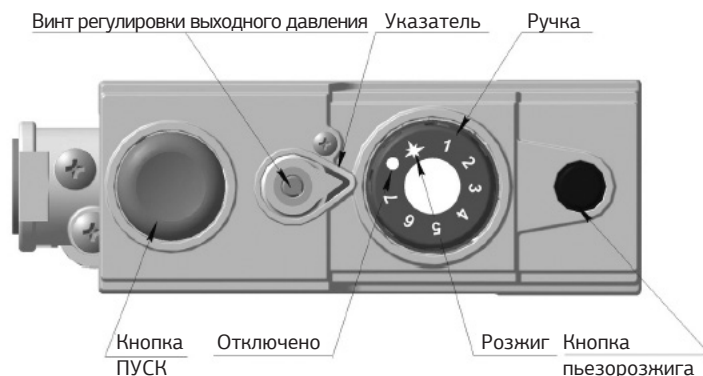

Рисунок 9. Элементы управления на газовом блоке автоматики САБК-АТ
- установить ручку газового блока (см. рис. 9) в положение «Розжиг»;